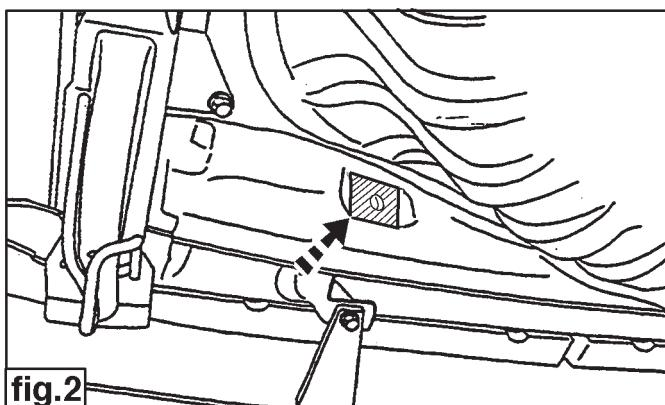
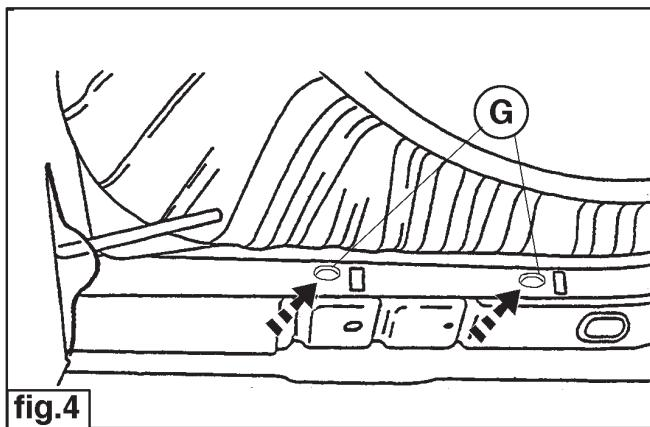
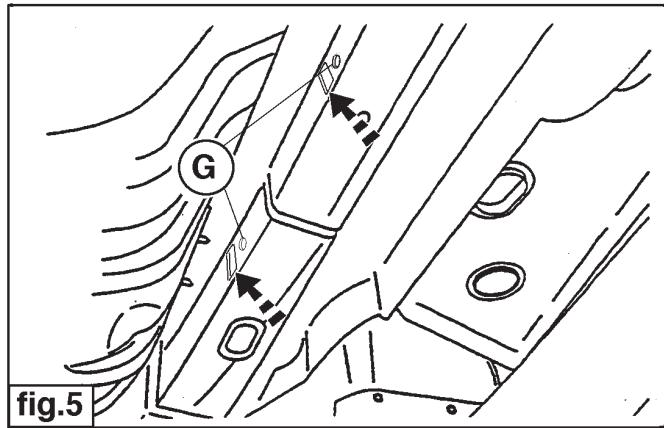

fig.2
fig.4
fig.5
2. Retirar de acuerdo con las figuras 2 y 3 los adhesivos del armazón interior del panel trasero. Determinar con ayuda de las figuras 4 y 5 el lugar de los puntos de fijación en el chasis izquierdo y derecho. Montar las tuercas prisioneras en el chasis izquierdo y derecho de acuerdo con la fig. 5.
2. Come indicato nelle fig. 2 e 3, togliere gli adesivi dalla carrozzeria interna del pannello posteriore. Come indicato nelle fig. 4 e 5, determinare i punti di fissaggio nel telaio sinistro e destro. Come indicato nella fig. 5, avvitare a mano i dadi nel telaio sinistro e destro.
2. Według rys.2 i 3 zdjąć naklejki z obudowy wewnętrznej tylnej ściany. Według rys.4 i 5 w prawej i w lewej podłużnicy określić punkty mocowania. Według rys.5 w prawej i w lewej podłużnicy umieścić nakrętki samo zakleszczające.